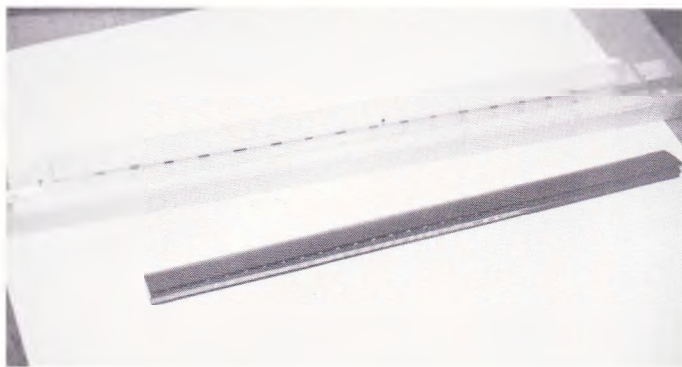

Fig. 5. (Herover)
6. Kulfiberskallerne limes på med blå Araldit, som påføres med en lille pind – sparsomt! Det hele lægges i pres med tape eller motorgummi på et aluprofil. Sæt små stopklodser imod forkant og hovedbjælken for at forhindre »indmaden« i at blive presset ud under hærdningen, så der kommer luft og forkert profil i D-boxen. Fig. 5.